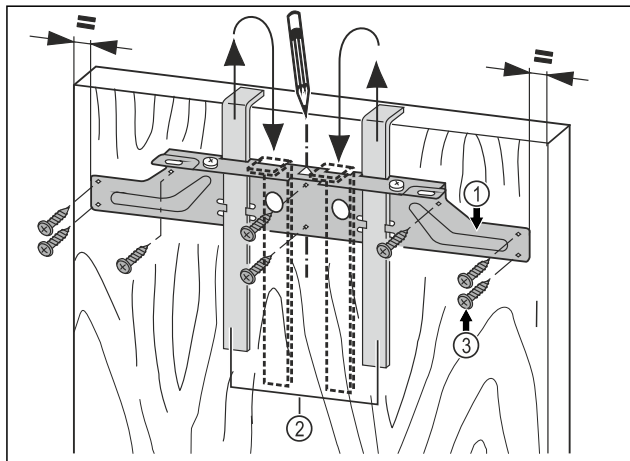

Fig. 17
- Αναρτήστε την τραβέρσα στερέωσης Fig. 17 (1) με τους οδηγούς τοποθέτησης Fig. 17 (2) στην εσωτερική πλευρά της πόρτας επίπλου.
- Ευθυγραμμίστε την τραβέρσα στερέωσης στο κέντρο Fig. 17 (1) στην πόρτα.
- Βιδώστε την τραβέρσα στερέωσης Fig. 17 (1) με τουλάχιστον 6 βίδες Fig. 17 (3).
- Βιδώστε την τραβέρσα στερέωσης Fig. 17 (1) με 4 βίδες Fig. 17 (3) στην άκρη.
- Τραβήξτε προς τα επάνω τους οδηγούς τοποθέτησης Fig. 17 (2) και εισάγετε υπό γωνία στα παρακείμενα ανοίγματα υποδοχής.